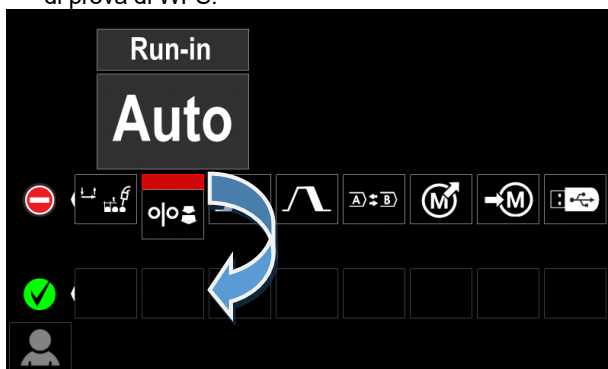

Figura 11
- Accedere all'Impostazione utente (vedere la Figura 11).